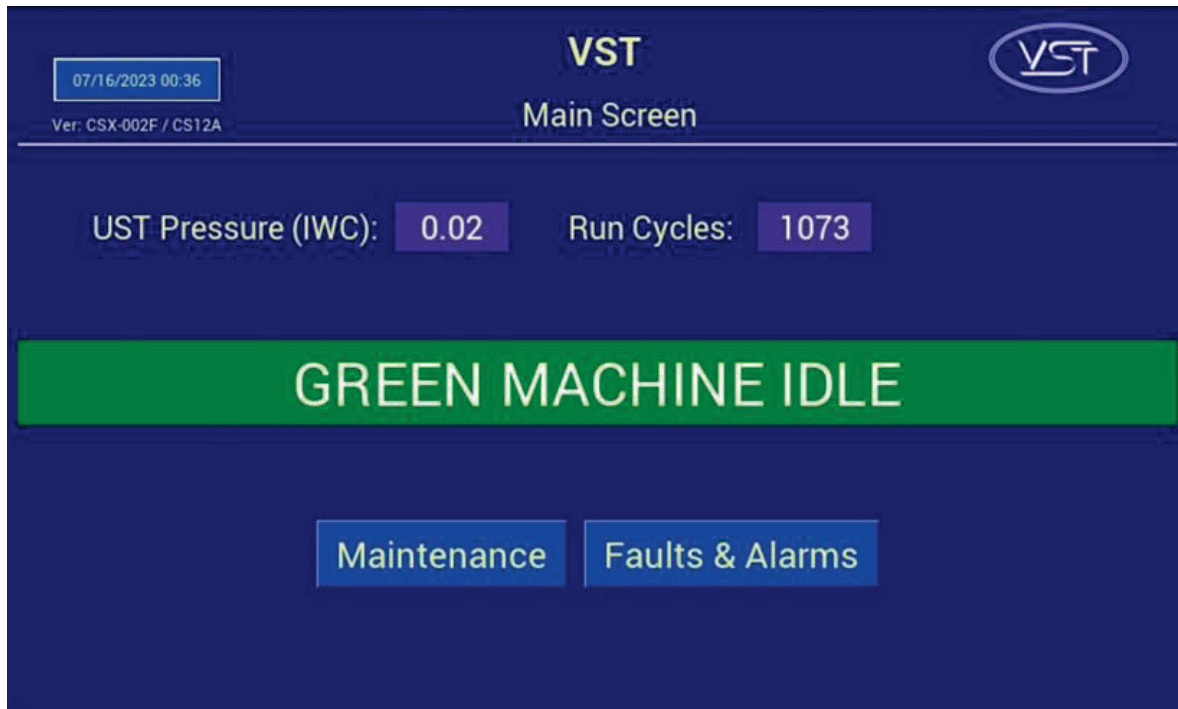

Figura 7-1: Pantalla principal del PLC de VST sin alarmas
Vea la Figura 7-1.
4. En la pantalla principal del PLC del panel de control de VST, asegúrese de que la lectura de presión sea 0.0 +/- 0.10 IWC. **Vea la Figura 7-1.**